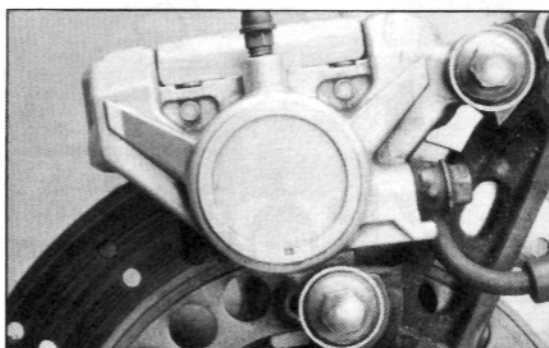

Bild 212
- Zwei Befestigungsschrauben ausdrehen und Bremssattel abnehmen, siehe Bild 212.